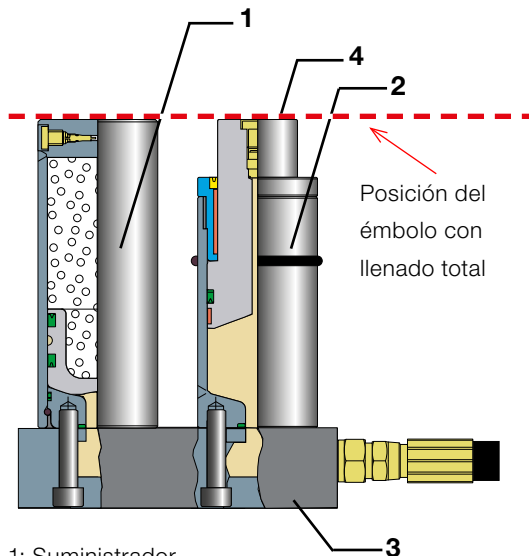

Fig. 1: Suministrador
3.1 Suministrador (2018.20.) (Fig.1)
El suministrador de fuerza (Fig.1) se compone de un acumulador de presión (1), un cilindro de accionamiento (2) y una placa de adaptación (3). El acumulador de presión permite ajustar la fuerza del receptor y evita un exceso de presión en el sistema. Al alcanzar el receptor la posición de final de carrera, el aceite sobrante es enviado al acumulador de presión (exceso de carrera). Al activarse el émbolo del cilindro de accionamiento (4) por la prensa (o máquina), el receptor realiza el trabajo. El tamaño del suministrador depende del número de receptores, su tamaño y el recorrido. Para aplicaciones en espacios reducidos en el útil puede emplearse un suministrador con acumulador de presión separado.
Con el sistema completamente lleno de aceite, el émbolo del cilindro de accionamiento está a la misma altura con el acumulador de presión (ver Fig. 1).